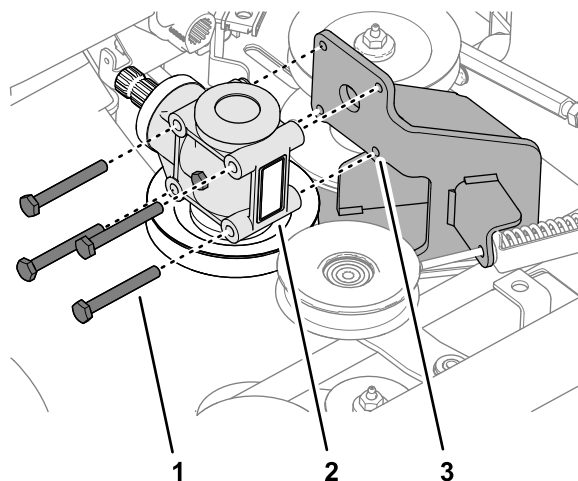

Figura 118
2. Rimuovete i 4 bulloni che fissano la scatola a ingranaggi del piatto di taglio al supporto della scatola (Figura 118).
- Allineate i fori della scatola a ingranaggi del piatto di taglio con i fori del supporto della scatola; fate riferimento alla Figura 118 in Rimozione della scatola a ingranaggi \(pagina 79\).